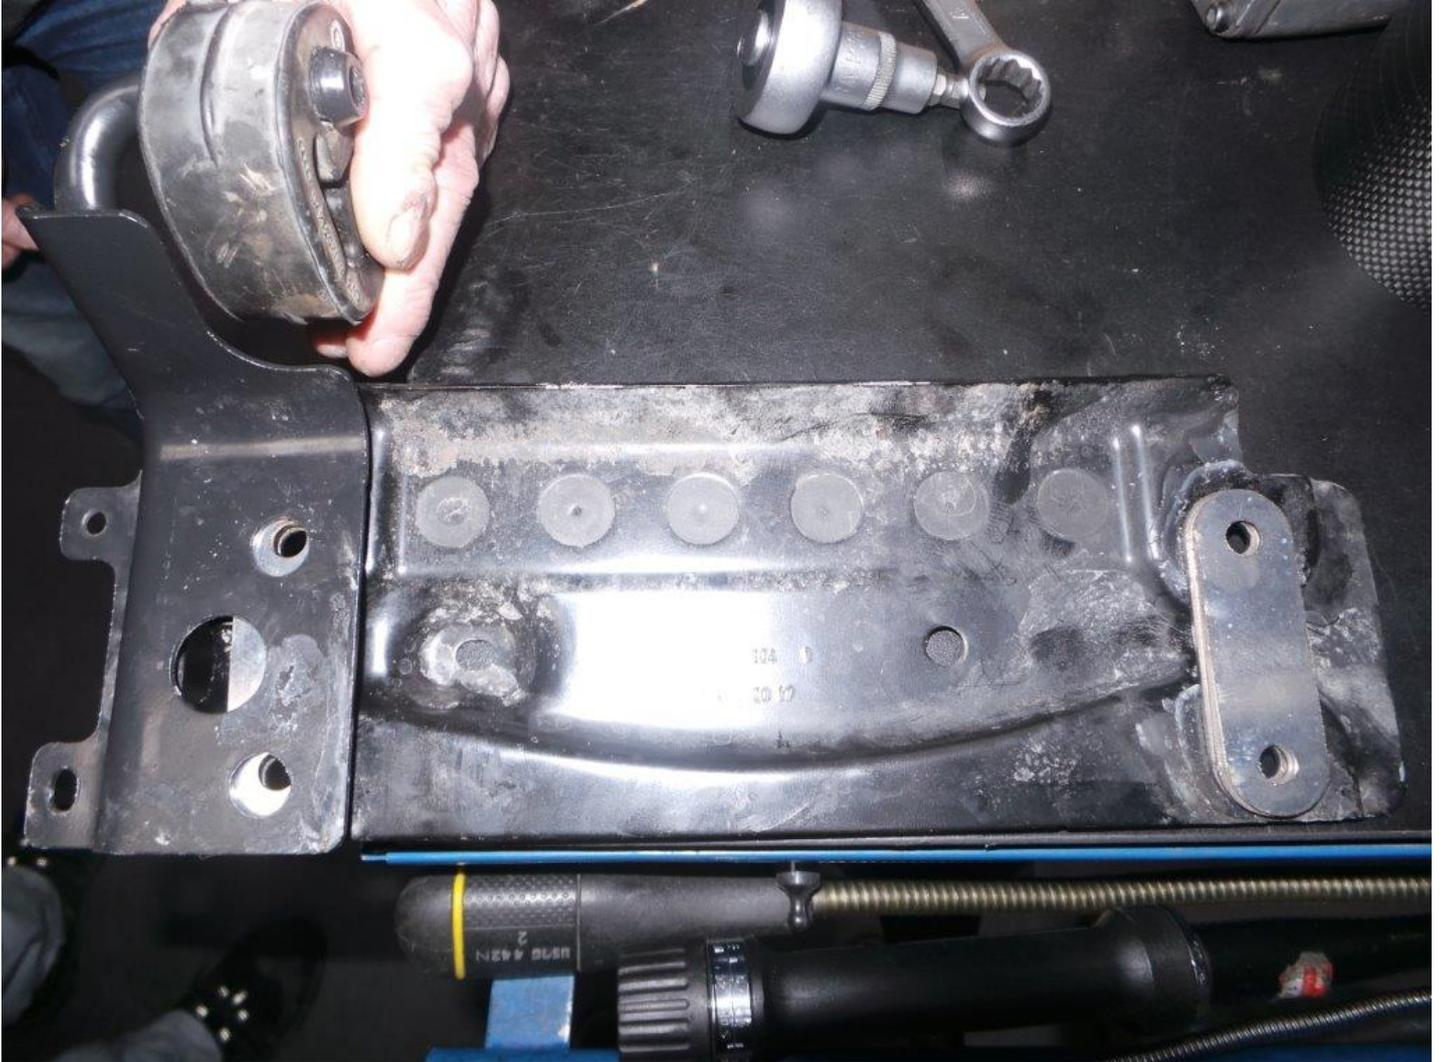

Abb.9: Distanzplatten
2. Im Anschluss wird der Schalldämpfer aus den Halterungsgummis gelöst. s.Abb.5-7 (wenn vorhanden Querverstrebrungen lösen s. Abb.9)
Verwenden Sie Bitte die mitgelieferten Abstandsplatten für die mittlere Verbindungsstrebe. s. Abb.9